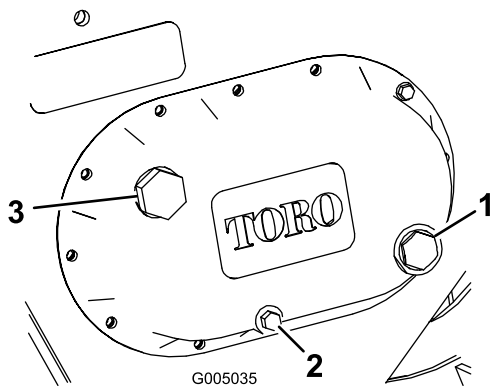

図 15
3. ギアケース側面にある透明ガラス窓でオイル量を確認する 図 15。
4. オイルが不足している場合には、補給プラグ 図 15 を外して適正量までオイルを補給する。
4. ドレンプラグ 図 15 を抜き取り、排出されるオイルを容器で回収する。
6. 補給プラグ 図 15 を外して適正量ゲージの赤い丸印までオイルを補給する。